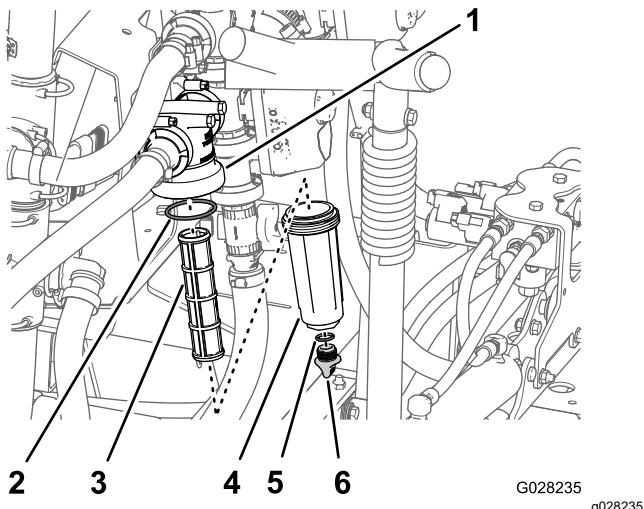

Рисунок 114
- Поместите сливной поддон под фильтр линии нагнетания (Рисунок 114).
- Поверните маслосливную пробку против часовой стрелки и снимите ее со стакана фильтра линии нагнетания (Рисунок 114).
- Поверните стакан против часовой стрелки и снимите его с головки фильтра (Рисунок 114).
- Извлеките старый элемент фильтра линии нагнетания (Рисунок 114).
- Проверьте уплотнительное кольцо сливной пробки (расположенное внутри стакана) и уплотнительное кольцо стакана (расположенное внутри головки фильтра) на повреждения и износ (Рисунок 114).
- Вставьте новый элемент фильтра линии нагнетания в головку фильтра (Рисунок 114).
- Установите стакан на головку фильтра и затяните вручную (Рисунок 114).
- Установите пробку в стакан и затяните ее от руки (Рисунок 114).